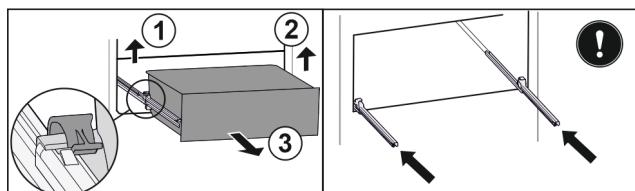

Fig. 116
- ▶ Nadvihnite ľavú svorku a súčasne tiahajte zásuvku vľavo dopredu. Fig. 116 (1)
- ▶ Nadvihnite pravú svorku a súčasne tiahajte zásuvku vpravo dopredu. Fig. 116 (2)
- ▶ Odoberte zásuvku dopredu. Fig. 116 (3)